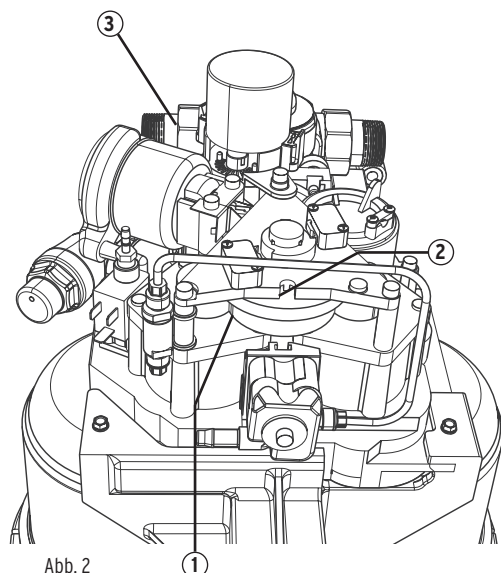

Abb. 2
- c) Der Antriebskolben dreht das Treibrad (1) (Abb. 2), das wiederum das kleine Zahnrad steuert. Die Position des Treibrades kann an der Positionsanzeige (2) abgelesen werden. Nach zwei Hüben ist die Besatzungsstellung (Pos. 2) erreicht. Anschließend führt der Antrieb wieder einen Hub aus. Die bis dahin verbrauchte Abwassermenge beträgt ca. 4,5 Liter.
- j) Sollten die gemessenen Werte deutlich von den Sollwerten (siehe Kapitel "Wartungsprotokoll") abweichen, so ist der Kundendienst zu benachrichtigen. Geben Sie bitte stets die Gerätenummer an, die an der Oberseite des Geräte-Anschlussflansches (3) eingepreßt ist (Abb. 2).